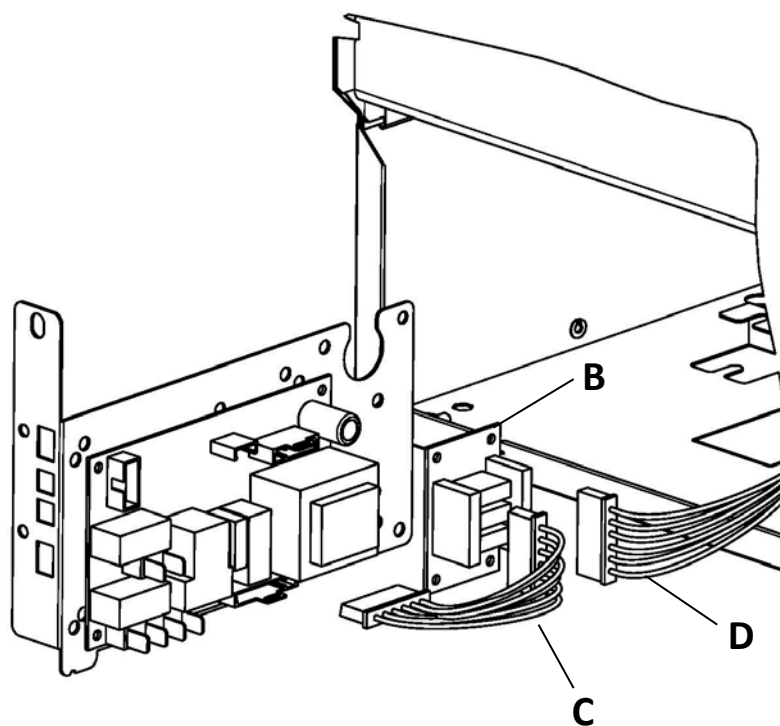

Fig.2
- Montare la schedina elettronica (**B**) del kit sul pannello elettrico (la schedina potrebbe essere già presente se la macchina è dotata di altri optional), collegarla alla scheda elettronica della macchina tramite il cablaggio (**C**) in dotazione, collegare la schedina al connettore (**D**) della macchina dopo aver tolto la protezione dello stesso. (**Fig.2**)
- Assemble the electronic card (**B**) from the kit on the panel (the card may already be fitted if the machine is equipped with other optional) and connect it to the card on the machine using the wires provided (**C**) and connect the card to the connector (**D**) on the machine having removed the protection. (**Fig. 2**)
- Die Platine (B) des Bausatzes an der elektrischen Tafel installieren (bei Geschirrspülern mit optionalem Zubehör ist die zusätzliche Platine bereits installiert) und mit dem im Lieferumfang enthaltenen Kabel (C) an der Platine des Geräts anschließen; die Abdeckung des Steckverbinders (D) entfernen und die Platine des Bausatzes daran anschließen. (**Abb.2**)
- Installer la carte électronique (B) du kit sur le panneau électrique (la carte pourrait déjà être installée si la machine est dotée d'autres options), la connecter à la carte électronique de la machine en utilisant le câblage (C) fourni, brancher la carte sur le connecteur (D) de la machine après avoir ôté la protection de ce dernier (**Fig.2**).